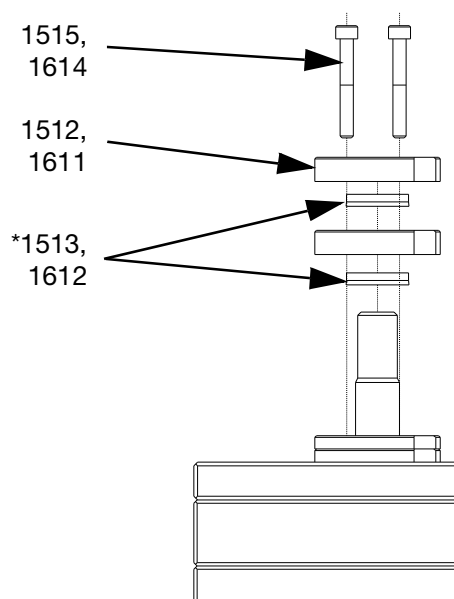

FIG. 27: Ubicaciones de los sellos
12. Instale los sellos nuevos (1612). Consulte la FIG. 27 y la FIG. 28.
12. Instale los sellos nuevos (1513). Consulte la FIG. 27 y la FIG. 28.